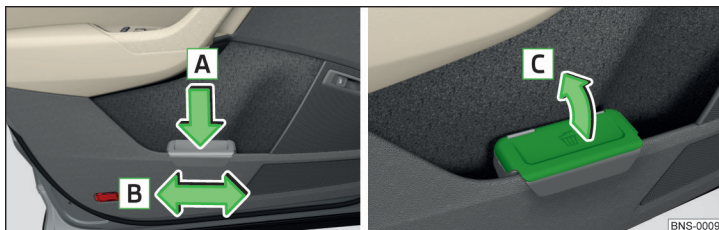

Abb. 117 Abfallbehälter: einsetzen und verschieben / öffnen
- Den Abfallbehälter im hinteren Bereich in Pfeilrichtung **A** eindrücken » Abb. 117.
- Den Abfallbehälter entgegen der Pfeilrichtung **A** herausnehmen » Abb. 117.
- Den Deckel in Pfeilrichtung **C** anheben » Abb. 117.